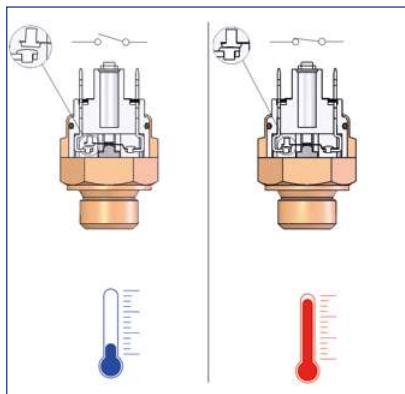

Abb. 1
- In der Version NORMALERWEISE OFFEN (N.O.) Abb. 1 ist der Kontakt offen, d.h. es gibt keinen Stromdurchfluss bei Abwesenheit von Temperatur. Bei Erreichen des Eichwerts schließt sich der elektrische Kontakt.
- with two-way normally-open (NO) electrical contacts (SPST)
- with two-way normally-closed (NC) electrical contacts (SPST)
- In the NORMALLY OPEN (NO) version on Fig. 1, the contact is open, i.e. there is no flow of current in the absence of temperature. When the temperature setting is reached, the contact closes.